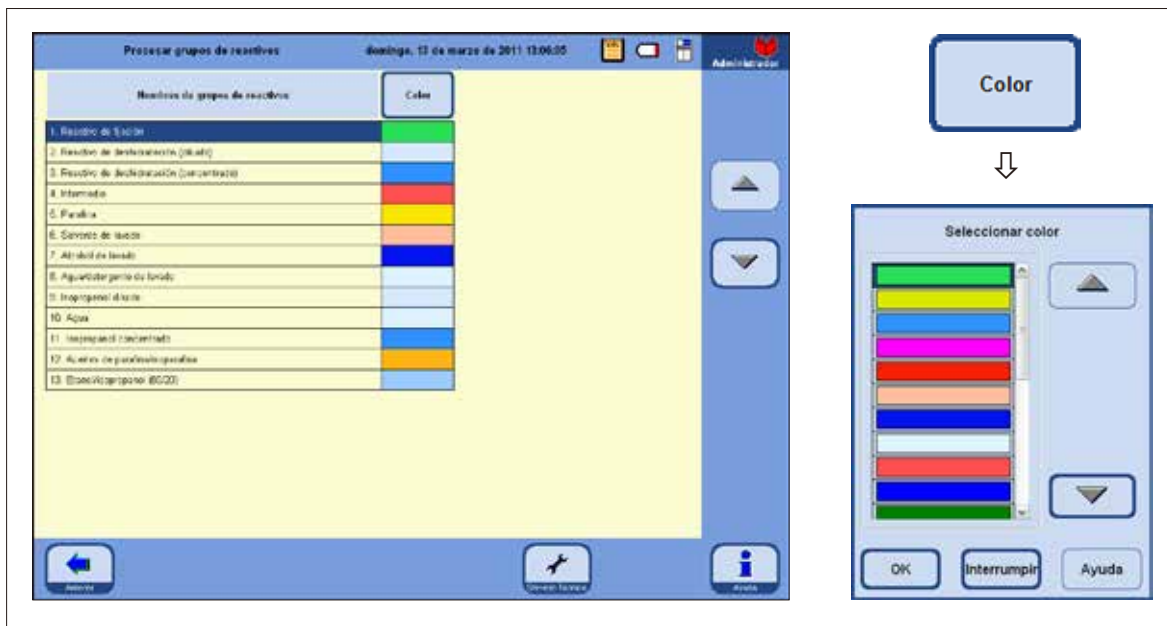

Fig. 148
En la ventana **PROCESAR GRUPOS DE REACTIVOS** (fig. 148) se pueden seleccionar los colores que se utilizarán en la visualización gráfica del programa para cada grupo de reactivos.
- Al pulsar la tecla **COLOR** en el título de la tabla, aparece la ventana **SELECCIONAR COLOR** (fig. 148).